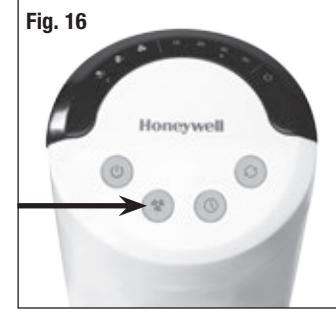

Fig. 16
- Pour régler la vitesse, le bouton de vitesse (▲) jusqu'à ce que la vitesse voulue soit sélectionnée : élevée (▲), moyenne (■), ou basse (▼) (Fig. 16).